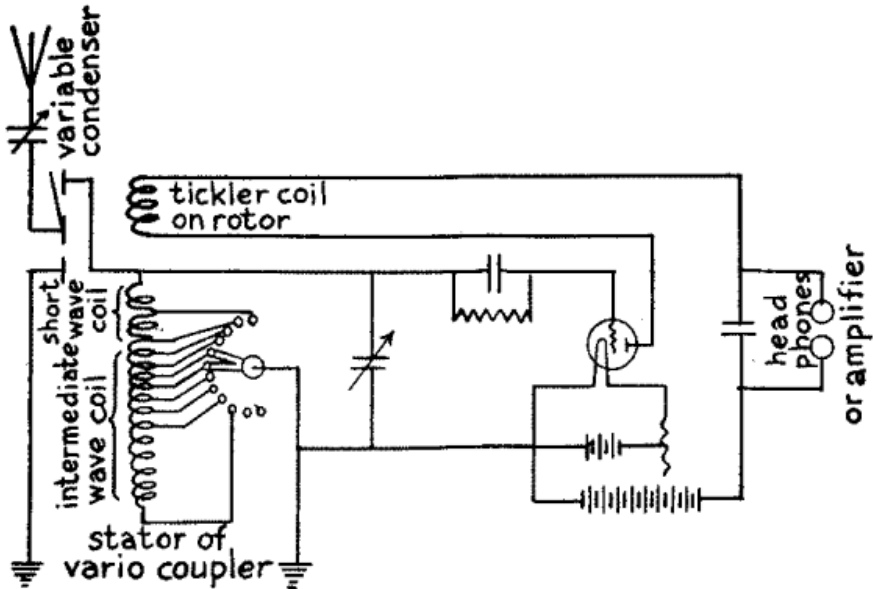

Fig. 58 – Diagrama de alambrado del receptor de onda media con un variocuple y una bobina de 12 tomas
Cuando el variocuple está ajustado para recibir longitudes de onda muy larga el rotor permanece en ángulo recto al estator, y al no haber inducción mutua entre ellos, la bobina de reacción sirve como bobina de carga para el circuito oscilante de la placa del detector. Normalmente las bobinas para la onda corta se bobinan en una capa, pero en los bancos de bobinas, como se les llama, las que se emplean para recibir la onda larga han de ser compactas. Bobinándolas en dos o más capas se pueden conseguir los mayores valores de inductancia con la menor resistencia. En la Fig. 58
Los componentes y cómo se conectan.— Para este receptor regenerativo de onda media se debe disponer de: (1) un banco triple de bobinas de 12 secciones, (2) un variómetro, y (3) todos los demás componentes indicados en el esquema de la Fig. 58 excepto el variocuple. Primero se conecta el extremo libre del condensador a la antena y a uno de los terminales del estator del variocuple; después se conecta el otro terminal del estator con uno de los extremos del banco de bobinas y se conecta a tierra el contacto móvil de esta.